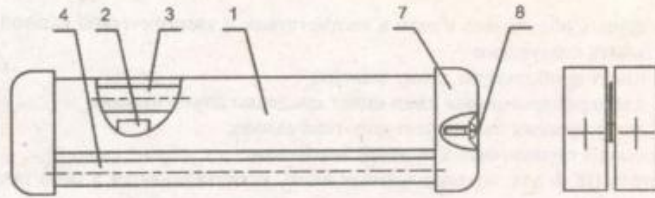
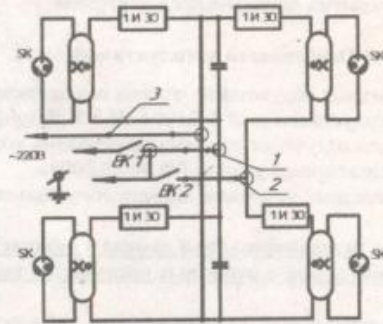

Рис. 1. Общий вид облучателя.
Рис. 2. Принципиальная электрическая схема «ОБП-300»
2.5 Выключатель для открытых ламп ВК2 (см. рис. 2) должен устанавливаться вне обслуживаемого помещения.
3.3 Проверить работу облучателя до его монтажа в следующей последовательности (см. рис. 1):
- открутить винты (8), снять боковины (7);
- установить стартеры (2), для чего необходимо вставить их в патроны и повернуть по часовой стрелке до упора;
- установить лампы (3), (4), для чего необходимо одновременно завести контакты лампы в патроны и зафиксировать их;
- установить боковины (7) и закрепить винтами (8).
3.4 Подсоединить облучатель к сети в соответствии с электрической схемой рис. 2, при этом необходимо учитывать следующее: